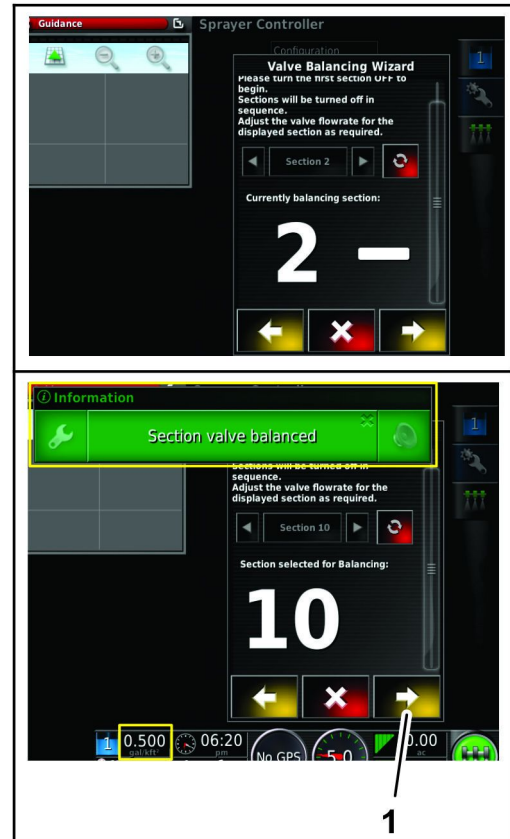

Bild 149
8. Wiederholen Sie die Schritte 6 und 7 für die Abschnittsventile 2 bis 10 (Bild 149).
9. Wählen Sie nach dem Ausgleich aller Ventile das Weiter-Symbol (Bild 149).